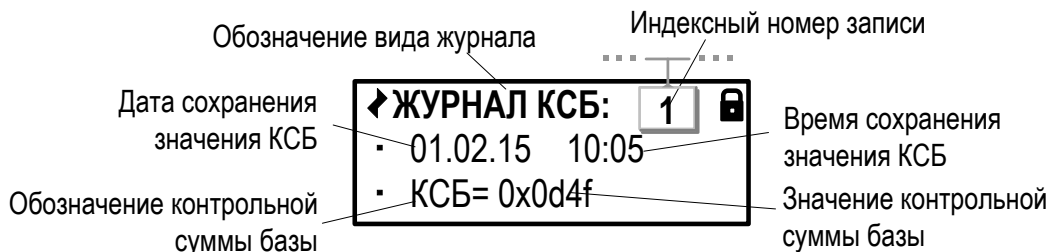

**Рис.46. Вид окна индикации «Журнала режимов».**
8.3.5. Изменение режима фиксируется в **Журнале режимов** (рис.46).